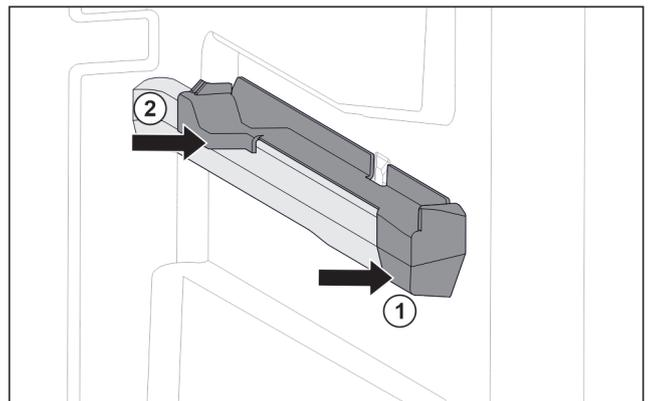

Fig. 94 Aufsteckteil auf der rechten Behälterraupe
- ▶ Aufsteckteil vorne an Behälterraupe ansetzen. Fig. 94 (1)
- ▶ Aufsteckteil hinten andrücken. Fig. 94 (2)